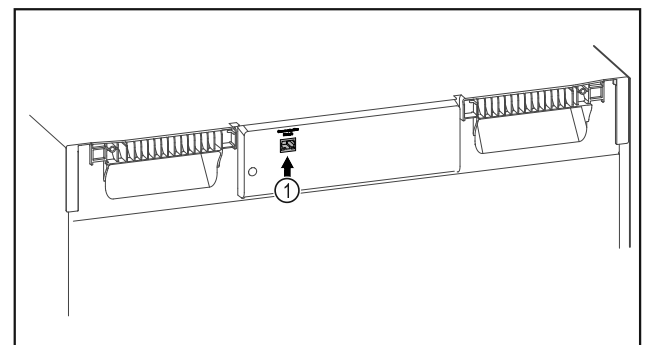

Fig. 114
- SmartModule Fig. 114 (1) on sisse pandud.